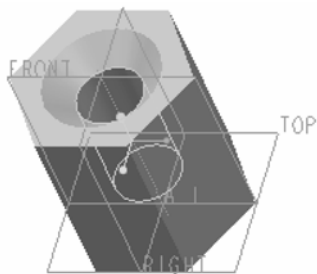

图 4-20 创建螺纹钻孔
- 11 在“孔”选项卡中单击“完成”按钮, 完成创建的标准孔特征如图 4-20 所示。